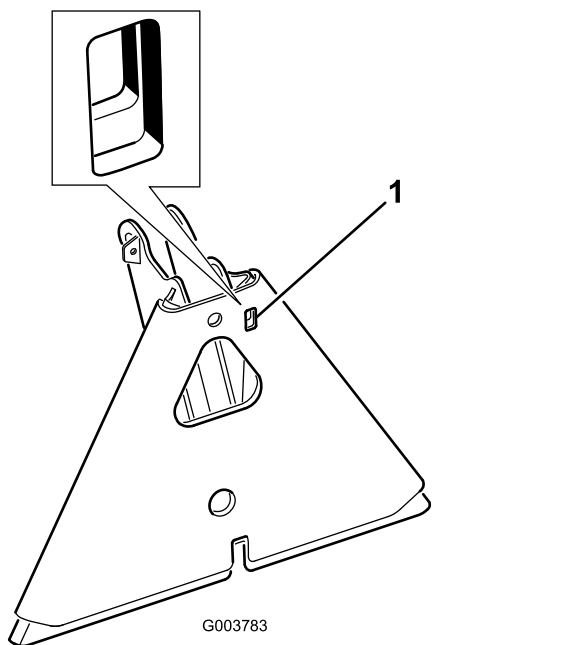

Figura 16
**Nota:** Se o adaptador de acessórios ficar preso ao adaptador da unidade de tração, insira um pé de cabra/uma chave de parafusos na ranhura de apoio para desenroscar as peças (Figura 16).